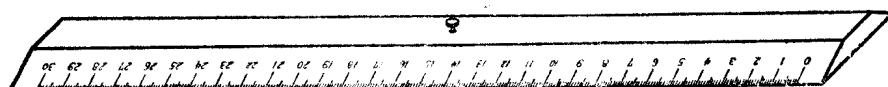

图 17 刻度尺
**7. 刻度尺** 普通刻度尺的长度约自 20 公分至 40 公分，最常用的是 30 公分，其形状如图 17，尺是绘图者随时要用的，对图的准确关系很大。精制三角板的一边若具有刻度，也可以做刻度尺用。